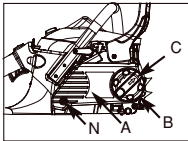

Fig. 3B
3. Afloje ligeramente el botón (C) girando el mago hacia la izquierda y, a continuación, gire el anillo de tensión de la cadena (B) en sentido contrario a las agujas del reloj para descargar la tensión de la cadena. (Fig. 3B)
4. Para extraer la cubierta del piñón (A), quite el tornillo (N), gire el botón (B) hacia la izquierda. (Fig. 3B)